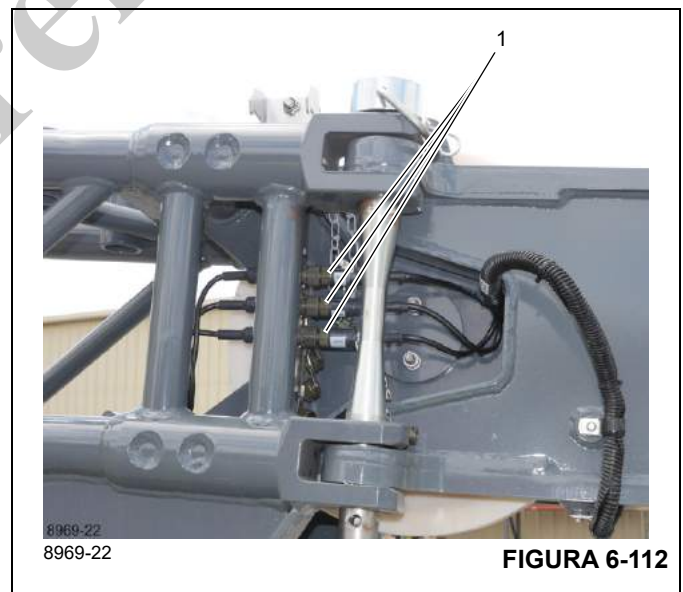

FIGURA 6-112
2. Conecte los enchufes (1), (Figura 6-112), a los receptáculos asegurándose de que el número del cable del enchufe corresponda al número del receptáculo.